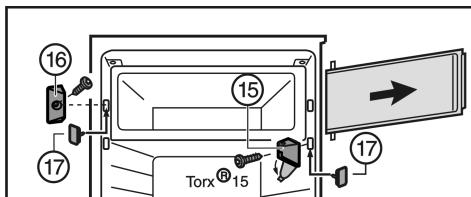

Fig. 7
- Зніміть кришку на опорному кронштейні Fig. 7 (15).
- Відкрутіть опорний кронштейн Fig. 7 (15) з дверцятами камери.
- Відкрутіть замок Fig. 7 (16).
- Закріпіть отвори, які звільнилися, пробками Fig. 7 (17), що входять у комплект.